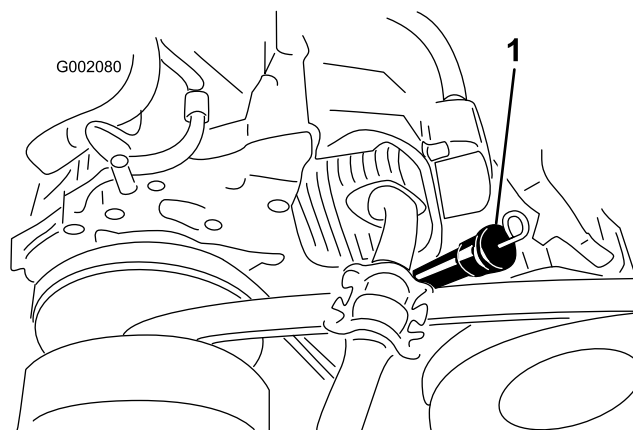

Bild 41
8. Reinigen Sie den Bereich um den Ölpeilstab und den Einfüllstutzen und nehmen Sie den Peilstab heraus (Bild 41).
9. Gießen Sie Öl in den Füllstutzen, bis der Ölstand die Voll-Markierung am Peilstab erreicht (Bild 41).
10. Stecken Sie den Peilstab ganz in den Füllstutzen, ziehen Sie ihn dann heraus und prüfen Sie den Ölstand (Bild 41).
11. Stecken Sie den Peilstab ganz in den Füllstutzen ein (Bild 41).